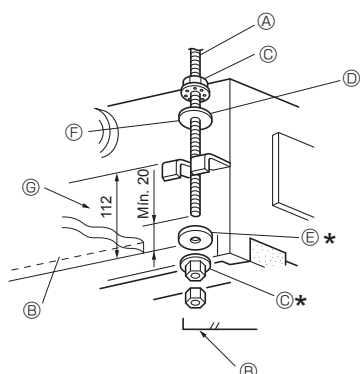
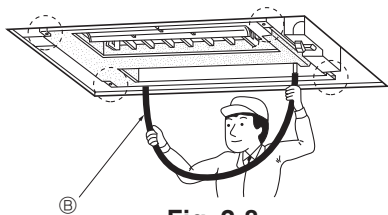

Fig. 2-7
Fig. 2-8
1. In primo luogo, infilare le rondelle ① ② (fornite con l'unità) e i loro dadi (di fornitura locale) sul bullone di sospensione. (Fig. 2-7)
* Seguire la seguente sequenza (dall'alto): dado, rondella isolata ②, rondella senza isolamento ①, i due dadi.
* Mettere la rondella isolata ② con l'isolamento rivolto verso il basso, come indicato nella figura.
2. Sollevare l'unità sul punto di installazione, facendo attenzione che resti allineata correttamente al bullone di sospensione. Far passare la staffa fra le rondelle ① ②, che sono già installate, e fissarla. Fare la stessa cosa per tutti i quattro punti.
① Bullone di sospensione (3/8" o M10)
② Superficie del soffitto
③ Dado (3/8" o M10)
④ Rondella ② (con isolamento)
⑤ Rondella ①
⑥ (Installare con l'isolamento rivolto verso il basso)
⑦ Distanza rispetto alla faccia superiore della staffa
4. Controllare che i quattro angoli siano tutti a livello, utilizzando una livella a spirito o un tubo di plastica trasparente contenente acqua. (Fig. 2-8)